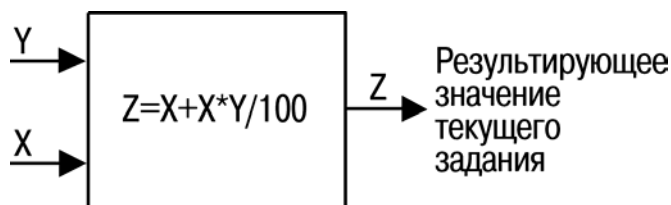

Рисунок 3.3
Сумма фиксированной и переменной величин (обозначена Y на рисунке 3.3) умножается на фактическое задание (обозначено X на рисунке). Это произведение добавляется к действующему заданию: $[X + (X) \times (Y / 100)]$, рисунок 3.3.